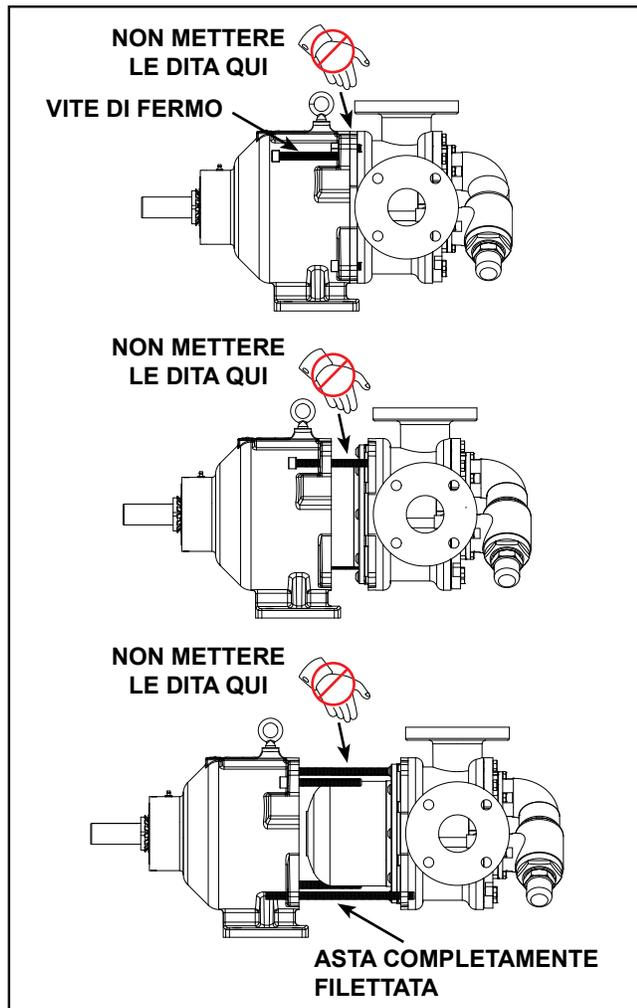

FIGURA 7
3. Prima di smontare, marcare la testa (40) e il corpo (31) per garantire il successivo montaggio corretto.
4. Togliere le viti di fermo della testa (43) per ispezionare il gruppo testa e perno (39 e 40) e il gruppo ingranaggio intermedio e boccola (37 e 38).
5. Togliere la testa dalla pompa. Se la carcassa non si è scolata alla fase 1, fare attenzione al liquido che uscirà tra la testa e la carcassa. Non permettere che l'ingranaggio intermedio cada dal suo perno. Per evitare che ciò si verifichi, inclinare all'indietro la parte superiore della testa durante la rimozione. Evitare di danneggiare l'insieme degli spessori (63) della testa perché sono tutti necessari a mantenere il gioco corretto di estremità.
7. Togliere le quattro brugole (28) che fissano la pompa alla staffa. Se possibile, sostenere la pompa con un dispositivo di sollevamento aereo.
8. Usare le viti di pressione (14) nella staffa per separare il magnete interno (57) da quello esterno (58), vedere la sequenza in **figura 7**. Per tenere i gruppi della pompa e della staffa correttamente allineati, e per ulteriore sicurezza, si consiglia di usare due tratti di asta completamente filettata (6-8 pollici, 15-20 cm) avvitate nelle posizioni delle viti di fermo diagonali sulla piastra di adattamento e di passarli attraverso i fori corrispondenti sulla staffa.
9. Ispezionare a vista i magneti esterni dall'estremità della staffa. Se si rende necessaria la rimozione, separare la staffa dal motore. Togliere dall'albero il controdado (1), la rondella di sicurezza (2) e il collare esterno del distanziatore del cuscinetto (4). Sfilare il gruppo del magnete esterno dalla staffa. Ispezionare il gruppo del magnete per controllare che non ci sia usura e sostituire se necessario. Se si rende necessario smontare ulteriormente la staffa, vedere "**Smontaggio / Montaggio dei cuscinetti della staffa**" a pagina 7.
10. Togliere le brugole (54) dalla scatola (59). Se la scatola non è stata scolata nella fase 1, essa conterrà del liquido. Fare attenzione nel rimuovere la scatola dalla pompa e toglierla tenendola dritta. Ispezionare le boccole della scatola (64) per controllare che non ci sia usura. Se la boccola della scatola deve essere sostituita, vedere "**Installazione delle boccole**" a pagina 8.
11. Non togliere l'O-ring dalla piastra di adattamento (67) / scatola a meno che non sia in condizioni cattive, specialmente se è un derivativo di PTFE incapsulato. Se si rende necessario un nuovo O-ring, vedere "**Montaggio pompa**" a pagina 8.